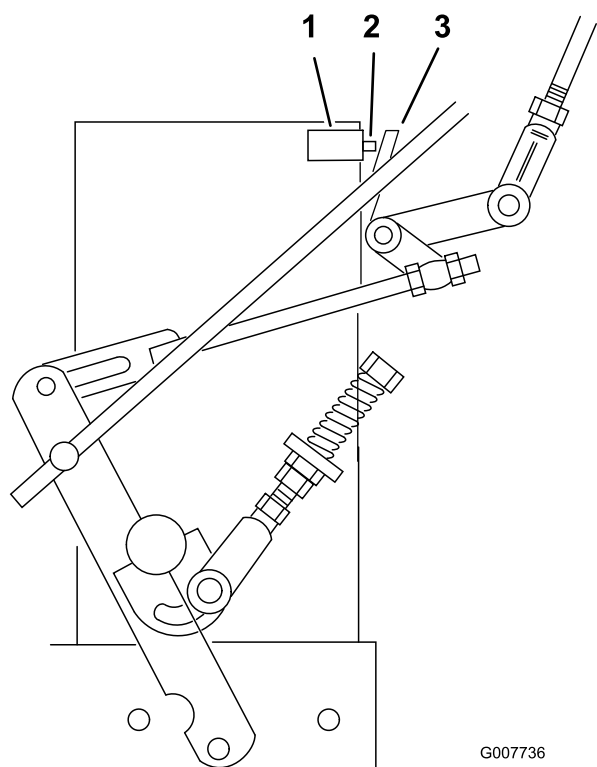

Figure 33
7. Le contacteur de sécurité doit être enfoncé et un espace de 8 mm doit exister entre la languette d'actionnement et le contacteur (Figure 33).
8. Au besoin, ajustez la position du contacteur pour obtenir un espace de 8 mm (Figure 33).